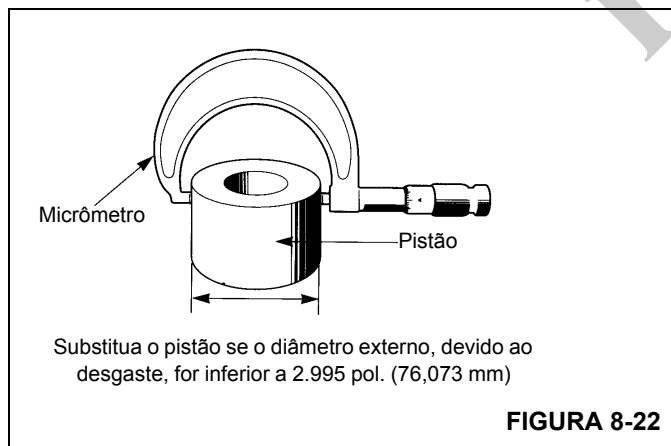

FIGURA 8-22
2. Meça o diâmetro do pistão. Substitua o pistão se o diâmetro externo, devido ao desgaste, for inferior a 2.995 pol. (76,073 mm). Consulte Figura 8-22.